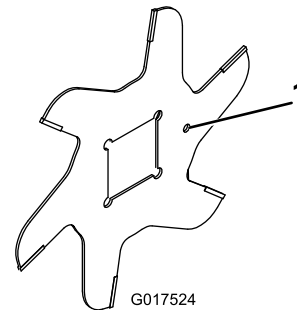

Figura 15
1. Monte una cuchilla (Figura 15).
4. Instale la cuchilla siguiente girándola en el sentido de las agujas del reloj para que el taladro de posicionamiento (Figura 15) quede desplazado 90 grados en el eje respecto al taladro de la primera cuchilla.